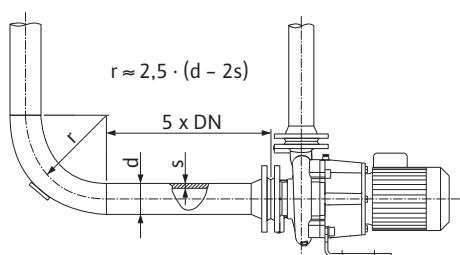
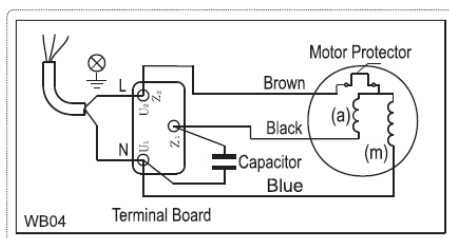

Fig. 4: Section de stabilisation en amont et en aval de la pompe
Fig. 5: Raccordement monophasé
- L'alimentation réseau dépend de la puissance moteur  $P_2$ , de la tension d'alimentation et du type de branchement. Consulter le tableau suivant ainsi que les Fig. 4 et Fig. 5 pour connaître le couplage requis des ponts de raccordement dans la boîte à bornes.